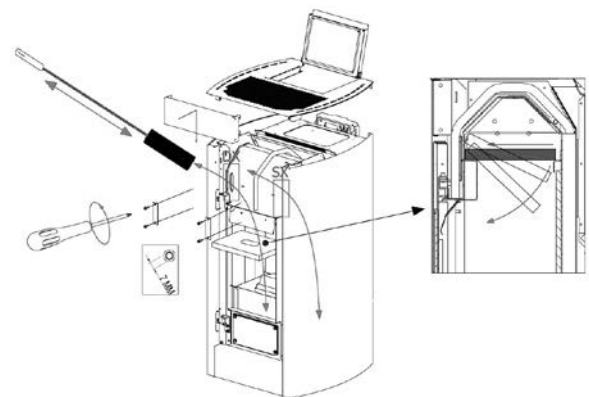

Fig. 90 - Nettoyage
- Retirer le déflecteur supérieur (voir Fig. 90), aspirer l'éventuelle cendre et nettoyer les parois internes de la chambre de combustion.